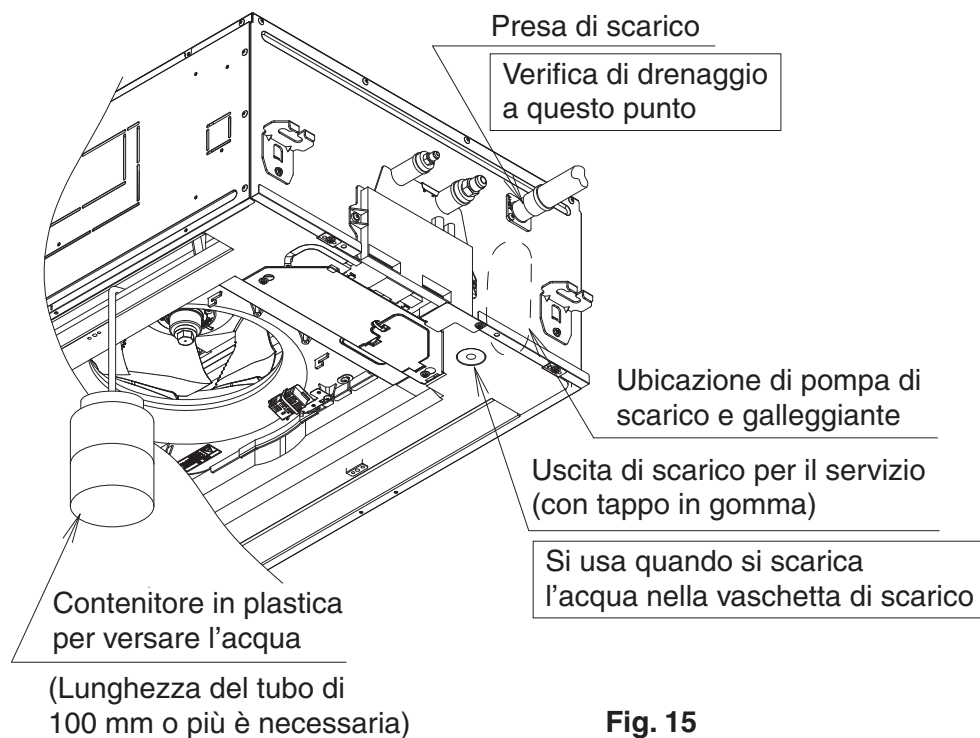

Fig. 15
- Gradualmente versare 1 litro di acqua dall'uscita aria nella vaschetta di scarico facendo attenzione per evitare spruzzi d'acqua sui componenti elettrici come pompa di scarico e verificare il drenaggio azionando l'unità interna in modalità di raffreddamento secondo **"10. IMPOSTAZIONE IN LOCO E PROVA DI FUNZIONAMENTO"**. (Fare riferimento alla Fig. 15)
3. Gradualmente versare 1 litro di acqua dall'uscita aria nella vaschetta di scarico facendo attenzione per evitare spruzzi d'acqua sui componenti elettrici come pompa di scarico. **(Fare riferimento alla Fig. 15)**